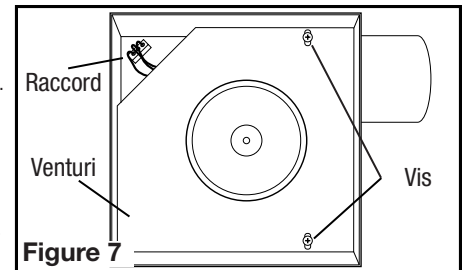
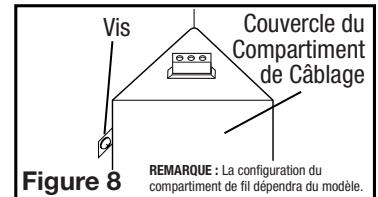

Figure 7
Figure 8
- 1b. Compartiment de Câblage Intérieur :** enlever les vis retenues en place l'assemblage de la soufflante et soulever pour sortir l'assemblage hors du châssis (**Figure 7**). Enlever la vis du couvercle du compartiment à câblage et mettre ce couvercle dans un endroit fiable (**Figure 8**).